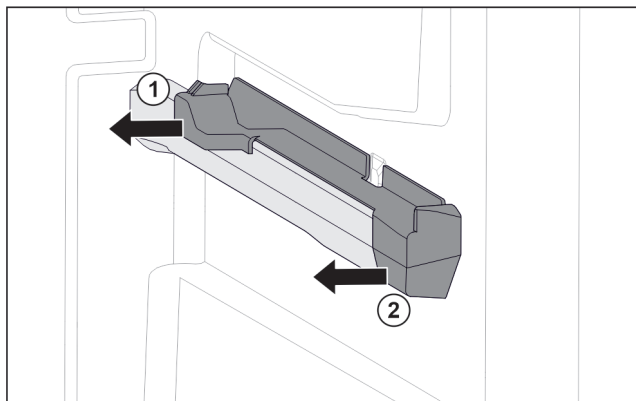

Fig. 93 Élément emboîtable sur la nervure de récipient droite
- ▶ Le retirer sur le côté par l'arrière. Fig. 93 (1)
- ▶ Le retirer sur le côté par l'avant. Fig. 93 (2)